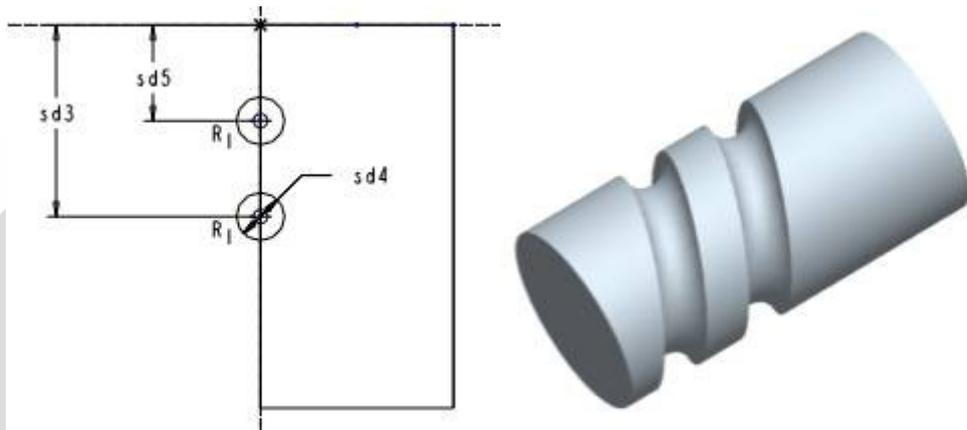

图 9-5 练习 9-3 操作示意图
【练习 9-3】： 使用【关系式】、【可变剖面扫描】命令建立如图 9-5 所示的零件模型。圆柱尺寸为 $\phi 100 \times 200$ ，模型中使用的关系式为 $sd3=100+20*\sin(trajpar*360)$
4. 单击  按钮，进入草绘状态，绘制如图 9-5 所示的两个圆，并添加关系式。